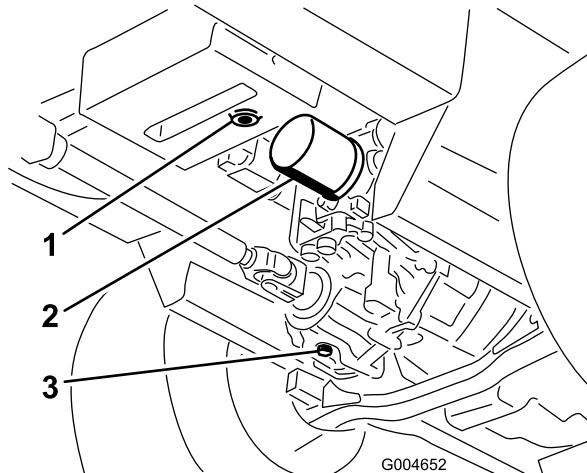

Figura 71
3. Coloque um recipiente grande sob o reservatório hidráulico e cárter da transmissão e retire os bujões, drenando todo o fluido hidráulico (Figura 71).
4. Limpe a zona em redor do filtro de óleo hidráulico e retire-o (Figura 71).